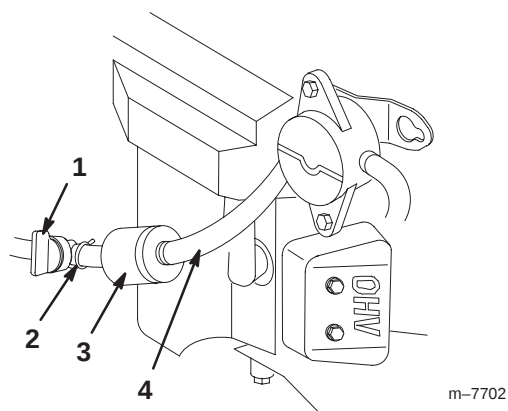

Figure 41
5. Pincez les extrémités des colliers et faites glisser ceux-ci pour les éloigner du filtre (Fig. 41).
7. Posez un filtre neuf et rapprochez les colliers de fixation du filtre (Fig. 41).
3. Fermez le robinet d'essence (Fig. 41).
4. Desserrez le collier de serrage au niveau du filtre à carburant et repoussez-le le long de la conduite d'alimentation pour l'éloigner du filtre (Fig. 41).
5. Débranchez les conduites d'alimentation du filtre à carburant (Fig. 41).
Remarque : Laissez l'essence s'écouler dans un bidon ou un bac de vidange (Fig. 41).
7. Raccordez la conduite d'alimentation au filtre. Rapprochez le collier de serrage du filtre pour fixer la conduite d'alimentation (Fig. 41).